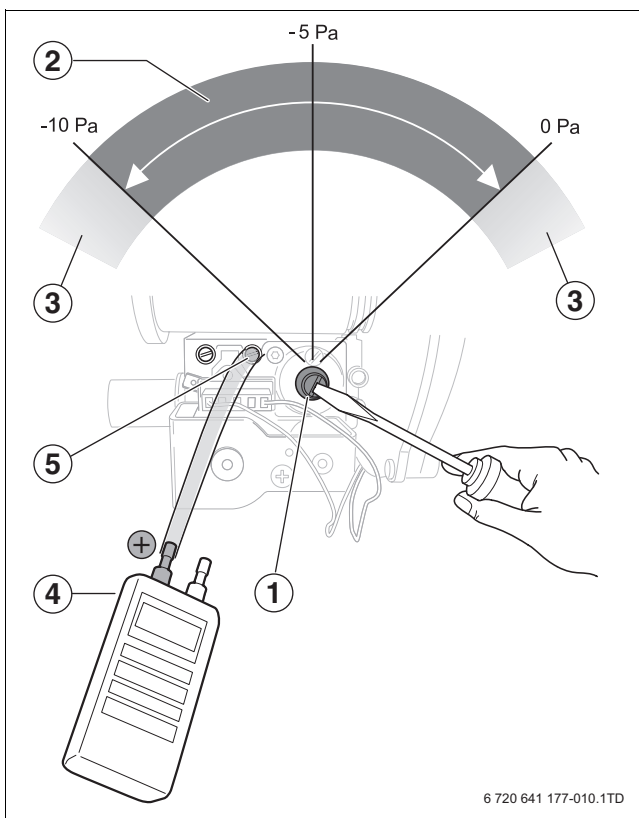

Fig. 59 Controllo e regolazione del rapporto gas/aria
- ▶ Rimuovere il cappuccio di copertura della vite di regolazione del regolatore di pressione del rapporto gas/aria (→ fig. 59, [5]).
- ▶ Impostare la pressione del rapporto gas/aria (→ fig. 59, [5]) con la vite di regolazione sul valore corretto di pressione.